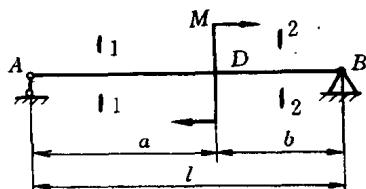

图 1-21
27. 一简支梁如图 1-21 所示, 承受一集中力偶矩  $M$  的作用,  $M$  的作用点  $D$  离两端的距离分别为  $a$  和  $b$ , 且  $a > b$ , 试列出梁的内力方程, 并画出内力图。